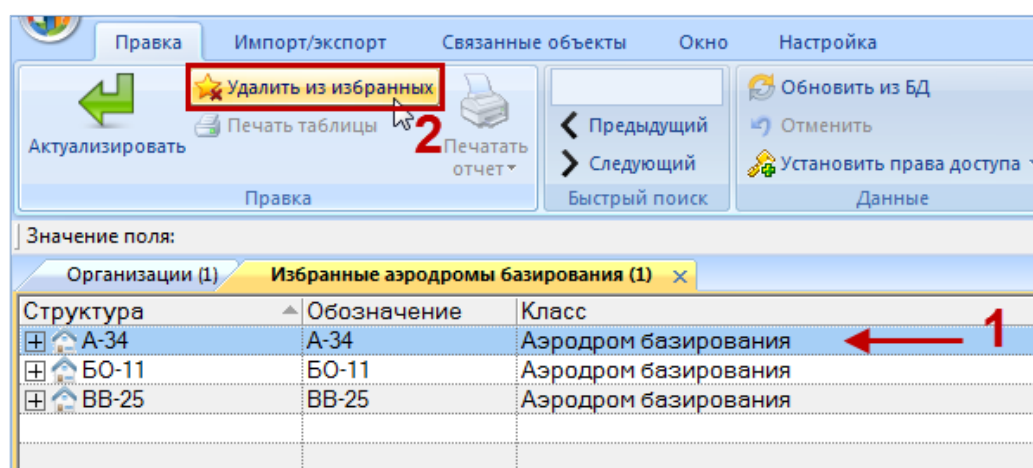

Рис. 9-36 – Удаление точки базирования из избранных
- 2) Выбрать в нем точку базирования. Для выделения нескольких точек базирования используются клавиши CTRL и SHIFT (1 на рис. 9-36).
- 3) Нажать кнопку  «Удалить из избранных» панели «Правка» (2 на рис. 9-36).